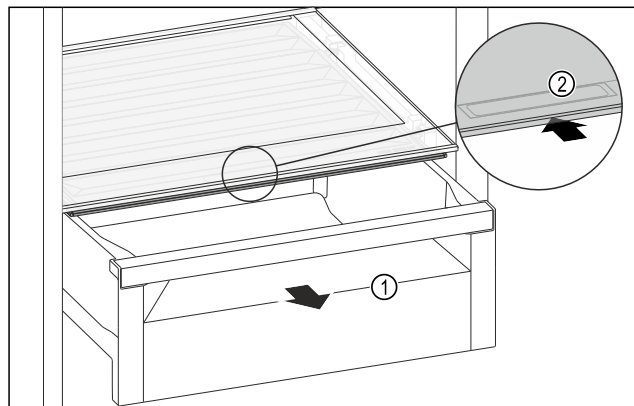

Fig. 132
- Schubfach Fig. 132 (1) herausziehen.
- ▶ Griffmulde Fig. 132 (2) am Fachdeckel anfassen und Fachdeckel gleichzeitig nach hinten schieben.